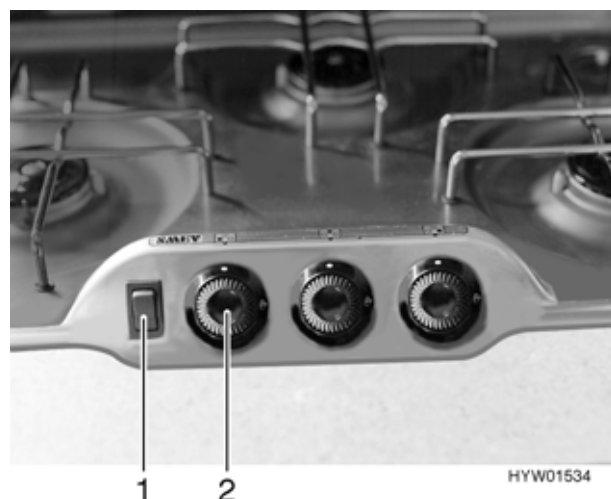

Fig. 84 Elementi di comando del fornello a gas
- Premere la manopola di regolazione (Fig. 84,2), ruotarla in posizione "Max." e tenerla premuta finché il gas non arriva al bruciatore.
- Premere l'interruttore a bilico (Fig. 84,1). Sul bruciatore vengono prodotte scintille.